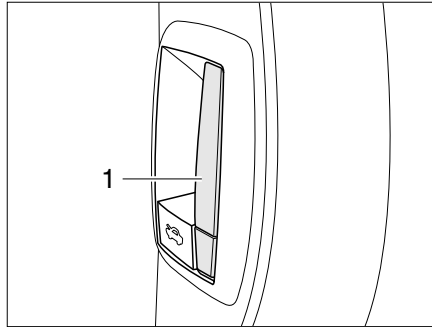

Fig. 33 Bouton de déverrouillage intérieur du capot moteur
- Tirer le levier (Fig. 33,1) du tableau de bord côté conducteur. Le capot moteur s'ouvre jusqu'en butée du crochet de sécurité.